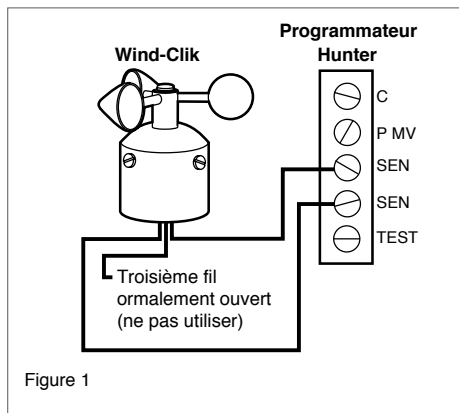

Figure 1
3. Branchez un fil à la borne étiquetée "SEN" et l'autre fil à l'autre borne "SEN" ou à la borne "SEN COM" (Figure 1).